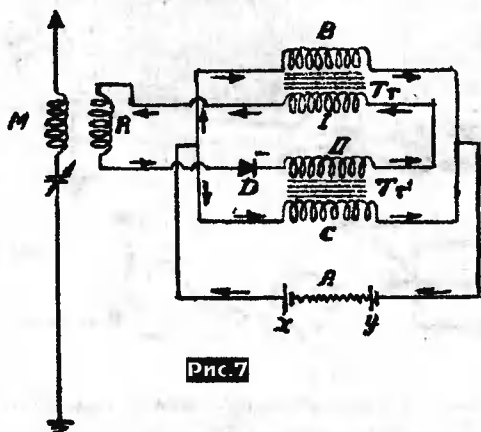
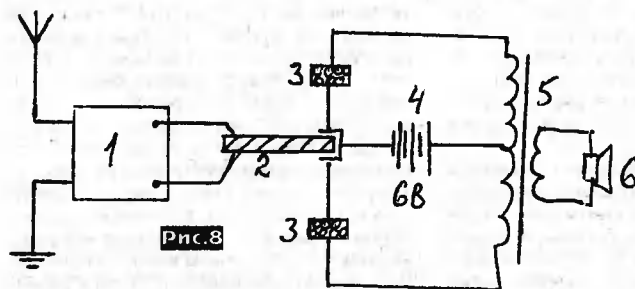

Рис. 7
Рис. 8
изобретения являлось получение громкоговещающего приема радиостанции на репродуктор, включаемый в гнезда приемника вместо телефонов. Автором данной статьи по приведенным выше схемам были собраны детекторные радиоприемники из современных деталей, и на небольшую наружную антенну длиной около 7 м ему удалось принять сигналы многих радиостанций, вещающих на северо-западе России. Однако, более интересным схемным решением для повышения громкости приема явилась схема с двумя низкочастотными трансформаторами и гальванической батареей, рис.7 [7]. В этой схеме наушники включаются в первичную или вторичную обмотку одного из низкочастотных трансформаторов. Последние патенты на схемы детекторных радиоприемников были выданы в начале 50-х годов XX века. Группой авторов был предложен безламповый радиоприемник, позволяющий прослушивать радиопередачи на громкоговоритель, рис.8 [8]. По существу это был детекторный приемник с так называемым пьезоэлектрическим усилителем, питаемым от гальванической батареи. По мысли авторов, радиоприемник должен был работать следующим образом. Под действием звуковых частот, поступающих с выхода детекторного радиоприемника (1) на пьезоэлемент (2), возникают механические колебания пьезоэлемента. Эти колебания соответствуют частоте и амплитуде подводимых сигналов. Воздействие механических колебаний пьезоэлемента изменяет плотность угольных шариков в двухтактном микрофоне (3), что в свою очередь приводит к изменению тока, протекающего в цепи первичной обмотки трансформатора 5(). Путем индукции во вторичной обмотке